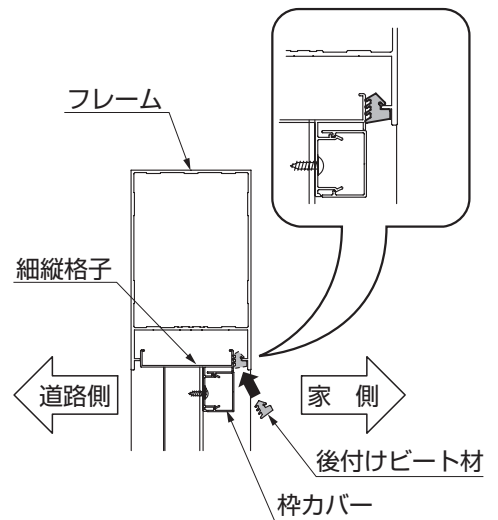

図5-6
- ③後付けビート材を細縦格子とフレームのすき間にはめ込んでください。(図5-6参照)
- ④余分な後付けビートを切詰めてください。